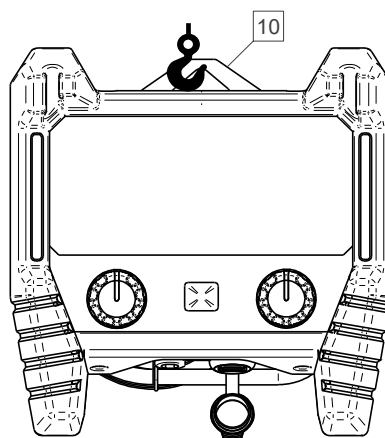

Bild 6
- Fäste [10], som används för att hänga upp RC-enheten (Bild 6).